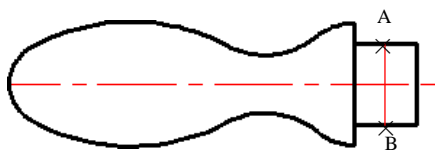
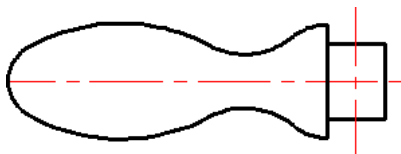

图 17.4.12 绘制竖直中心线
图 17.4.13 调整竖直中心线
Step12. 绘制竖直中心线。绘制图 17.4.12 所示的竖直中心线。在“图层”工具栏中选择“中心线层”图层；选择下拉菜单 **绘图(D)** → **直线(L)** 命令，选择点 A 作为中心线的起点；选取点 B 作为中心线的终点，然后按 Enter 键；选中竖直中心线，通过图形的编辑将其大致调整到图 17.4.13 所示的大小。